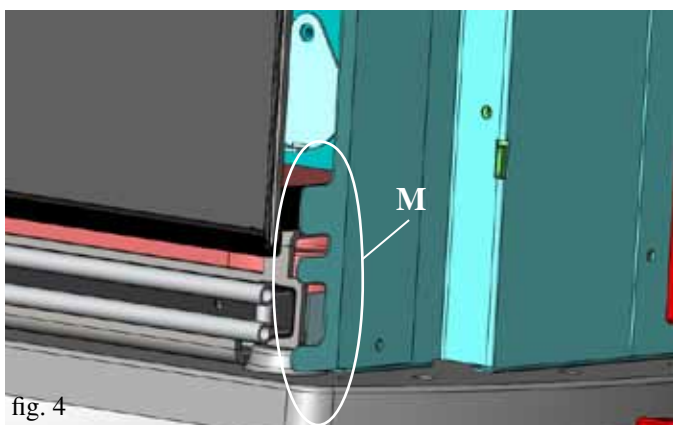

fig. 4
- Apoyar por el lado cada elemento de cerámica adaptando las ranuras (L presentes en la extremidad del borde anterior) sobre el perfil vertical de chapa dentada de la estructura (M – fig. 4).